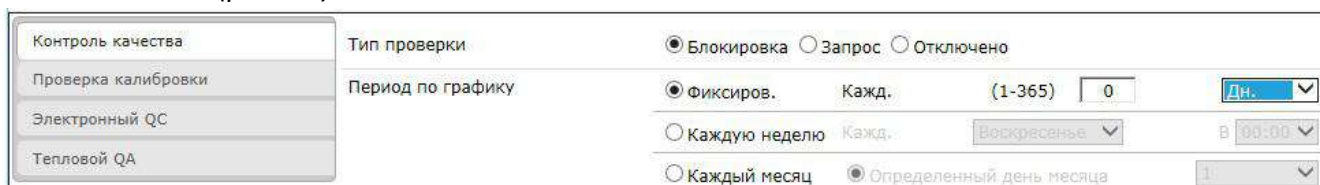

Рис. 27.
***Примечание.** Для электронного QC всегда установлено значение **Блокировка**, и данную настройку нельзя изменить (рис. 27).*